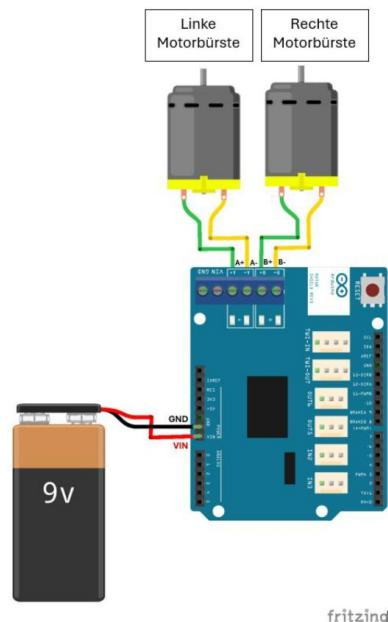

Abbildung 2: Schaltung Motoren
1. **Motorbürsten verkabeln:** Die Kinder sollten die Motoren an die Steckplatine anschließen. (Siehe Abbildung 2: Schaltung Motoren)